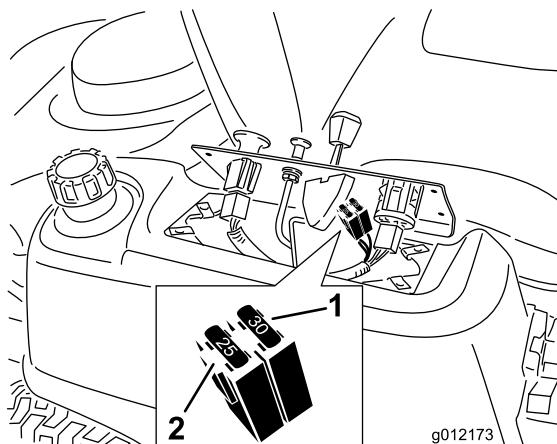

Figure 38
2. Soulevez le panneau de commande pour accéder au faisceau de câblage principal et à la boîte à fusibles (Figure 38).
3. Pour remplacer un fusible, tirez dessus pour l'enlever (Figure 38).